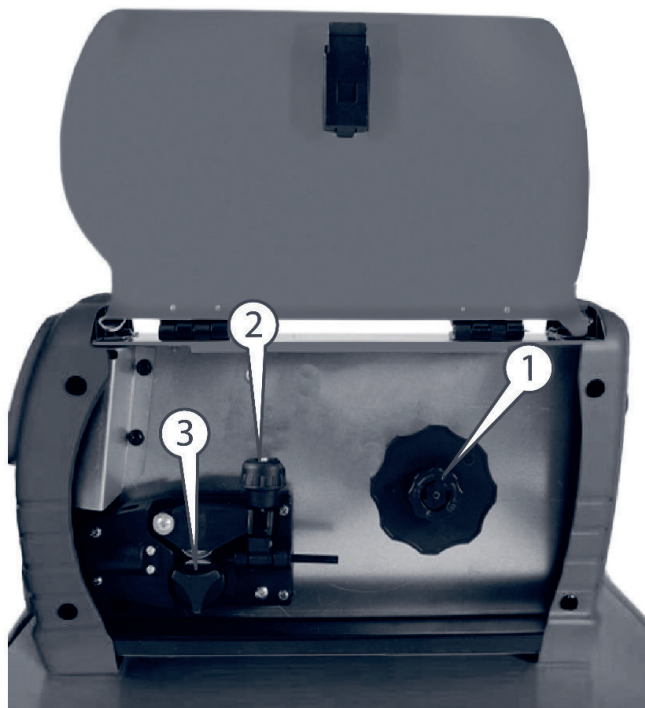

Рисунок 3. Відсік для зварювального дроту.
2. Відкрити відсік для зварювального дроту (рис. 3). У пристрої встановлено ролик подачі дроту діаметром 0,8; 0,9; 1,0 мм. Залежно від діаметра зварювального дроту, відповідним способом вставити напрямний ролик на механізм подачі дроту, для чого відкрутити накидну гайку, встановити котушку зі зварювальним дротом необхідної товщини на установчий барабан (1, рис. 3) з урахуванням того, що напрямок обертання котушки під час розмотування зварювального дроту — проти ходу годинникової стрілки та прикріпити її накидною гайкою.